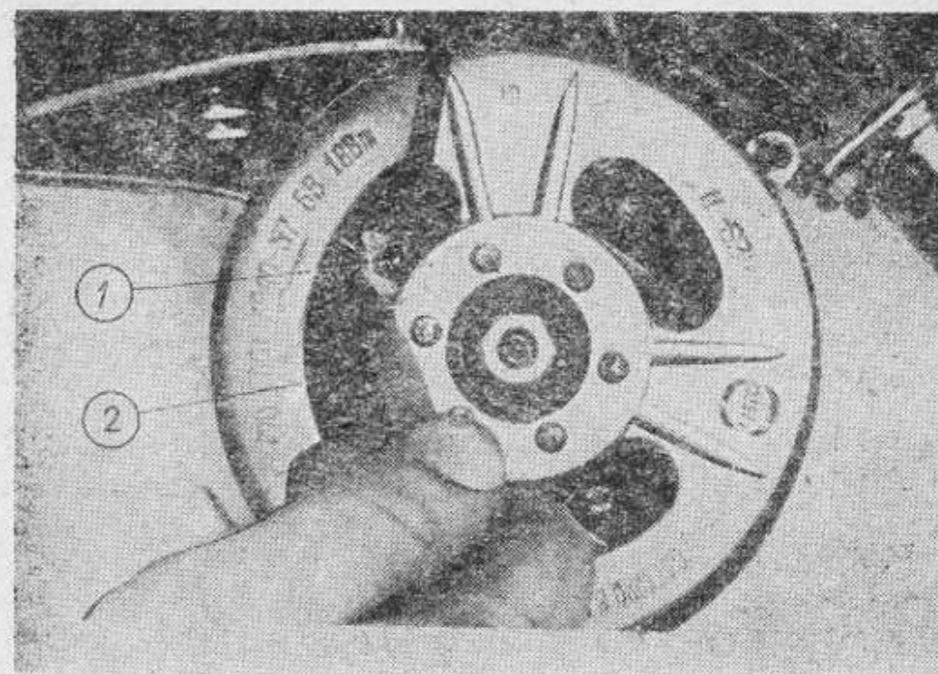

Рис. 6.
ПОРЯДОК УСТАНОВКИ ЗАЖИГАНИЯ (рис. 6.)
3. Установить поршень в положение ВМТ. При этом зазор между контактами прерывателя должен быть 0,3—0,4 мм (рис. 6).